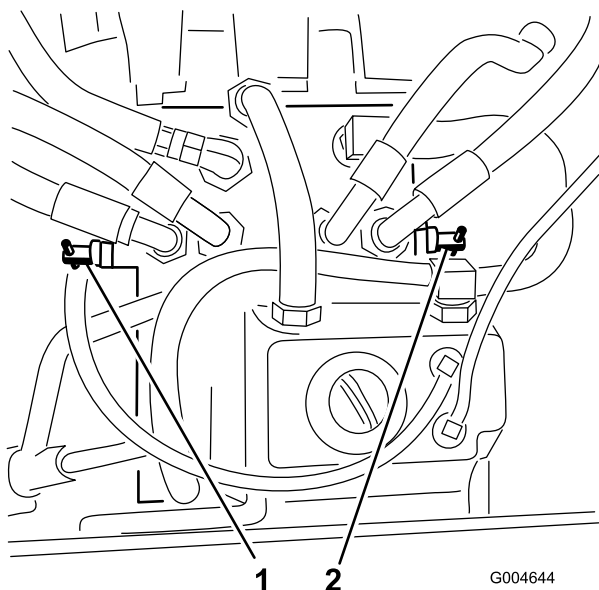

図 37
3. 各バイパス・バルブを左回りに1回転させる(図 37)。
各バイパス・バルブを右回りに1回転させ、手で普通に締めてください（締め付けトルクで約 $8 \text{ N}\cdot\text{m}$ ($0.8 \text{ kg}\cdot\text{m}$)）（図 37）。